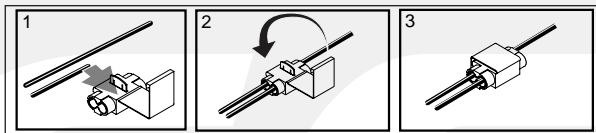

Fig.1
- Les autres fils du faisceau électrique sont à connecter au véhicule à l'aide des fiches de connexion auto-dénudantes livrées comme indiquée dans la figure 1 et dans le tableau ci-dessous: